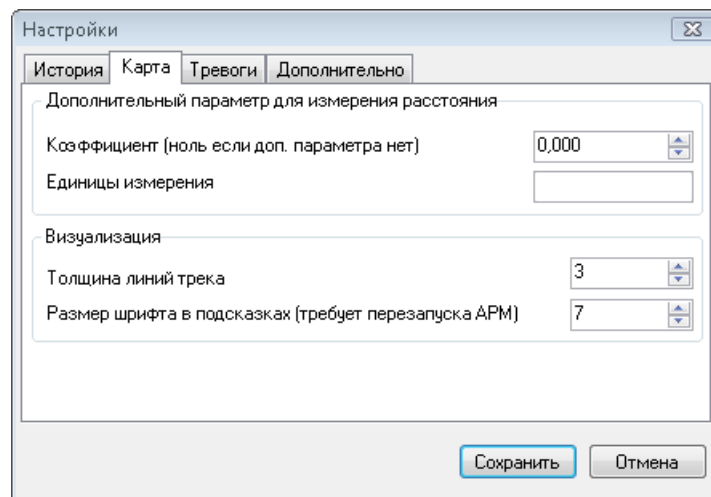

Рис.7.1.11. Вид окна «Настройки» и закладки «Карта».
2. Закладка «Карта», содержит параметры «Дополнительный параметр для измерения расстояния» и «Визуализация», рисунок 7.1.11.